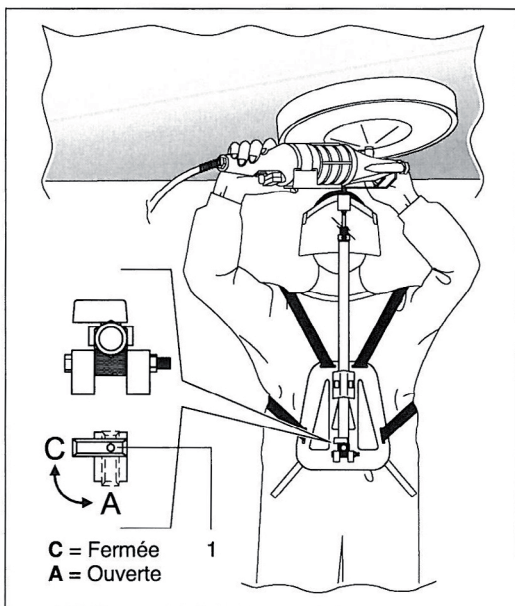

FIG.23 (Montage et réglage élingues avec tige de support)
- 4) En se maintenant en position de travail, ouvrir le robinet (**FIG.23-Réf.1**) en **pos. A**;
- 6) Fermer le robinet (**FIG.23-Réf.1**) en **pos. C**;
- 7) Pour augmenter l'effet amortissant, il faut faire sortir un peu d'air à travers le robinet (**FIG.23-Réf.1**) et le fermer.